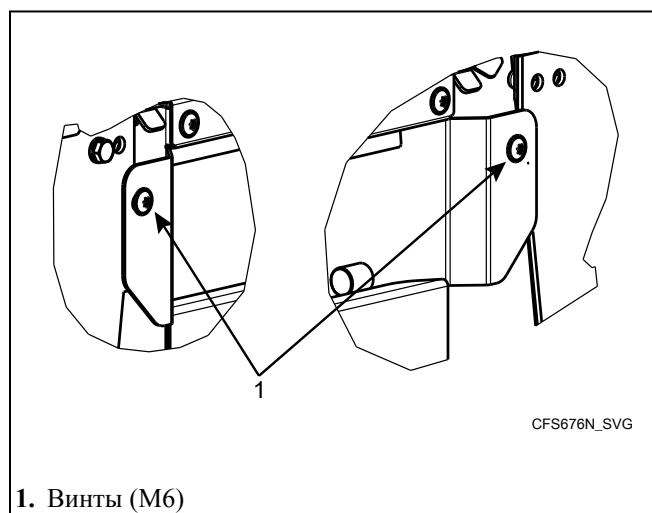

Рис. 48
3. Открутите два винта (M6), фиксирующие корпус фильтра. См. позицию 1 на Рис. 48.